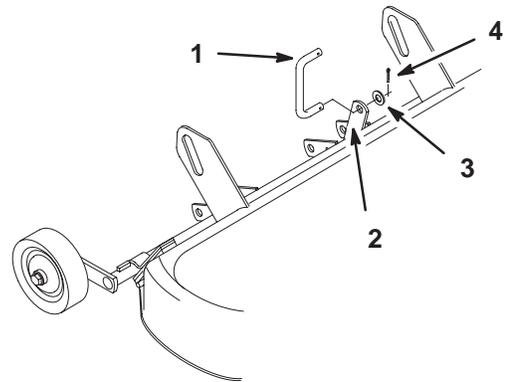

Figure 3
1. Placez la biellette arrière sur la patte arrière et la fixer avec une rondelle (1/2") et une goupille fendue (Fig. 3).